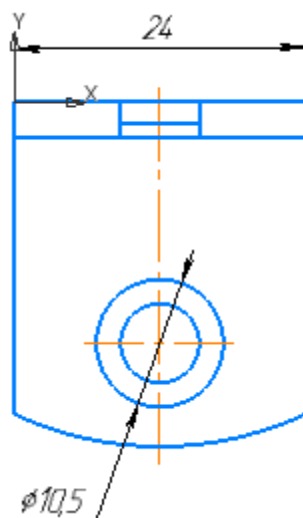

Рисунок 2
- Переместите курсор в вертикальном направлении и укажите точку размещения размерной линии.(рисунок 2)